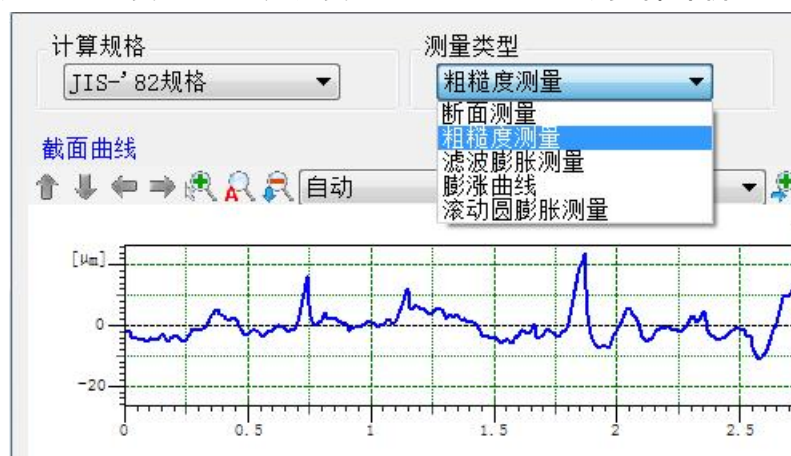

图16
3.2.2 可以分析粗糙度曲线、波纹度曲线、断面曲线等多种评价曲线。详见图16